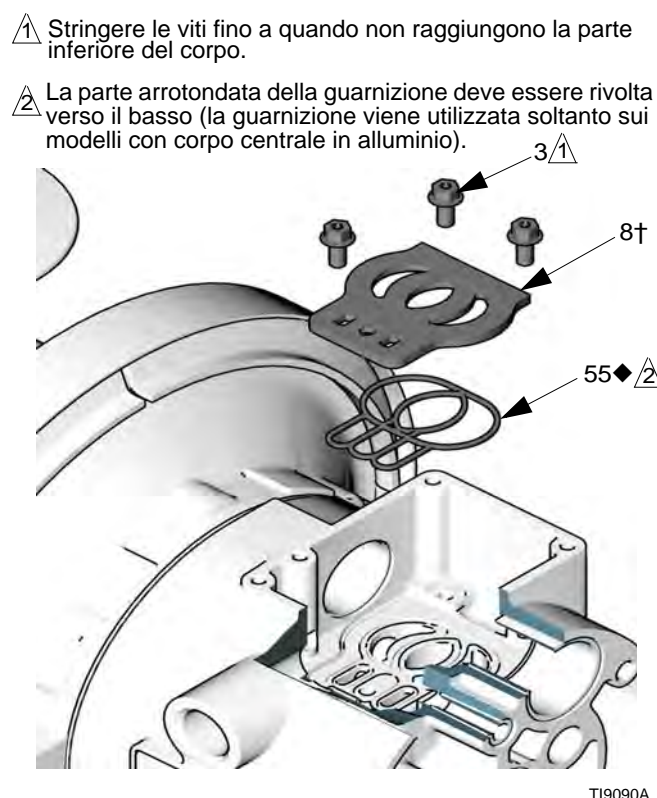

FIG. 8
5. Verificare che la piastra della valvola (8) sia in posizione. Se danneggiato, utilizzare un cacciavite torsiométrico (T20) o una chiave fissa a tubo da 7 mm (9/32 poll.) per rimuovere le tre viti (3). Rimuovere la piastra della valvola (8). Fare riferimento alla FIG. 8.
2. Nei modelli con corpo centrale in alluminio, installare la guarnizione della piastra della valvola (55◆) nella scanalatura sul fondo della cavità della valvola. La parte arrotondata della guarnizione **deve essere rivolta verso il basso** nella scanalatura. Fare riferimento alla FIG. 8.
3. Installare la piastra della valvola (8†) nella cavità, sigillare. Installare le tre viti (3), utilizzando un cacciavite torsiométrico (T20) o una chiave fissa a tubo da 7 mm (9/32 poll.). Serrare fino a quando le viti non raggiungono il fondo del corpo. Fare riferimento alla FIG. 8.